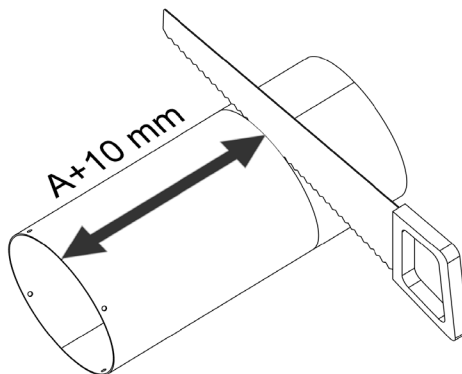

Abbildung 8 - Kürzen des Ø250-mm-Rohrs
Das Ø250-mm-Rohr (4) auf die Länge $A + 10$ mm, gemessen vom Ende des Rohrs mit den 4 Löchern, zuschneiden, siehe Abbildung 8.